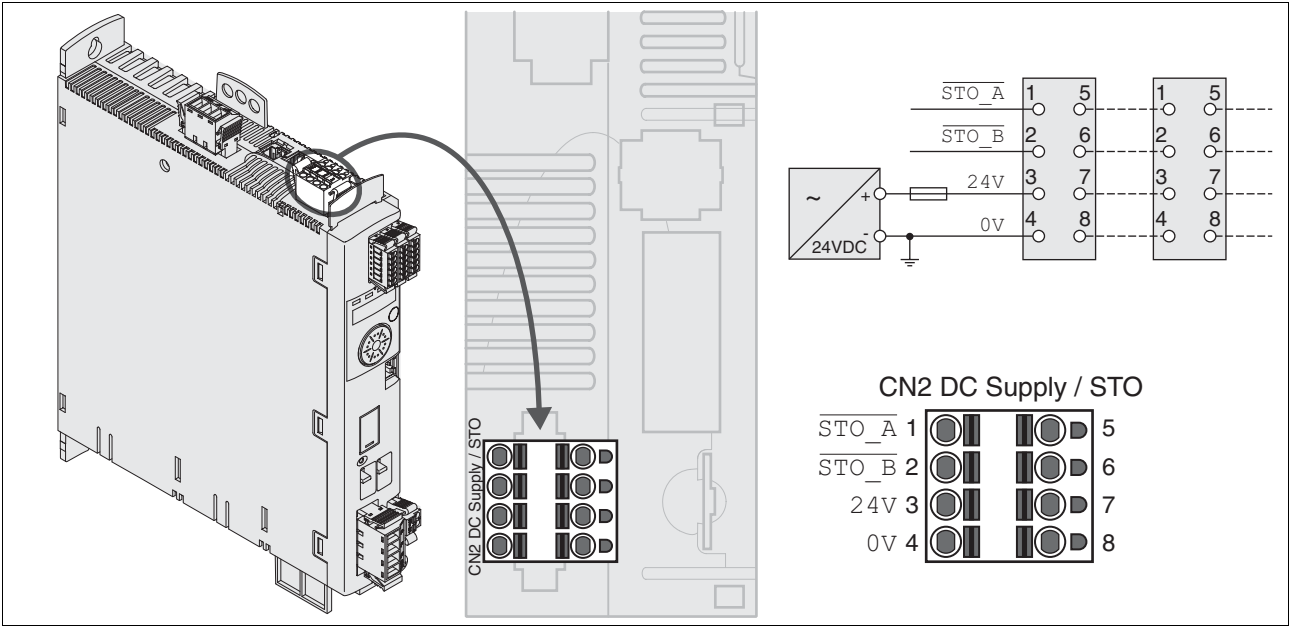

图 6.12 控制系统电源接线图
- CN2、Pin 3 和 7 以及 CN2、Pin 4 和 8 (参见 图 6.12) 可作为 24V/0V 连接用于其它用电器。¹ 注意最大允许端子电流 (“压簧端子 CN2 的属性”)。